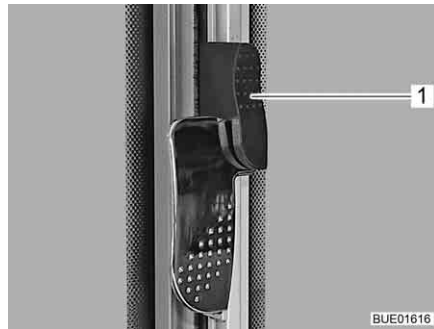

Bild 108 Schiebefenster mit Schwenkverriegelung (verriegelt)
- Sicherungsriegel (Bild 108,1) nach oben schieben.
- Sicherungsriegel (Bild 108,1) nach unten schieben.